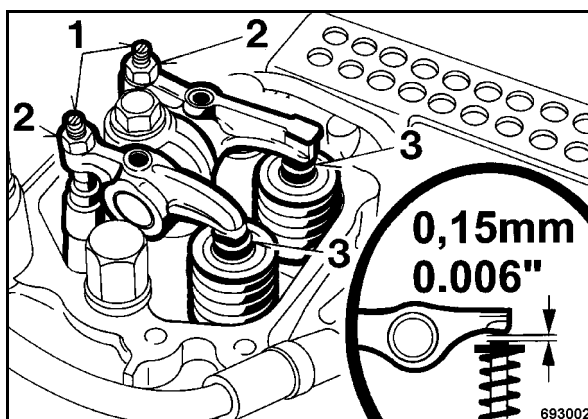

Fig. 60
- Comprobar el juego de válvulas con una calibradora de espesores de 0,1 mm (Fig. 60) en ambas válvulas, corregir si fuese necesario.